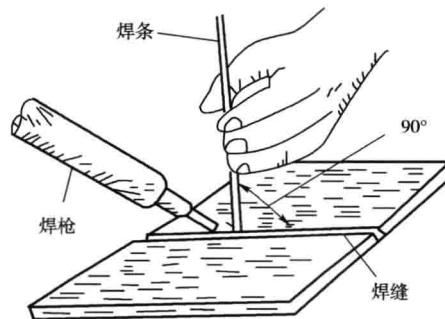

图1-10 焊条与焊缝成90°
- (1)根据被焊塑料件的情况,在损坏部位开出60°左右的坡口。
- (2)用肥皂水清洗坡口,晾干后用塑料清洗剂清洗,但不要用一般的溶剂来清洗。
- (3)将焊条端部切出60°左右的切口。
- (4)将断裂线进行定位焊或用铝制车身胶带粘好。
- (5)交替将喷嘴喷出的热风直接吹到焊条及焊件上,但主要是吹焊条。焊接时焊嘴应距离焊缝8~12mm,焊炬倾角为30°左右,而焊条则垂直于焊件表面。切好的焊条端部应置于焊缝的起点,如图1-10所示。